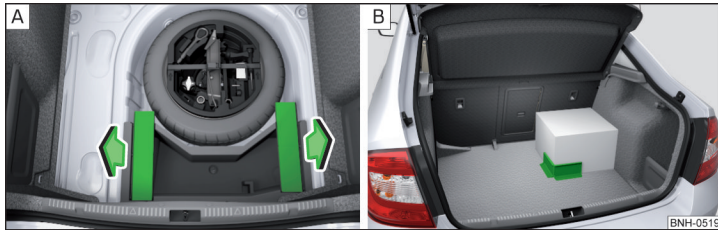

Abb. 93 Cargo-Elemente herausnehmen / Befestigungsbeispiel der Ladung mittels des Cargo-Elements
- Zum **Gebrauch** die Cargo-Elemente in Richtung der Pfeile herausnehmen » Abb. 93 - **A**.
- Die Ladung mittels der Cargo-Elemente möglichst in der Nähe der Rücksitze befestigen » Abb. 93 - **B**.